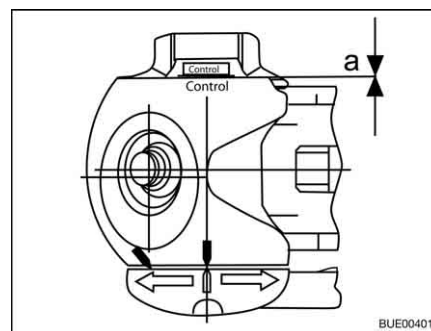

Fig. 189 Controllo usura
- Distanza  $a = 0$  (Fig. 189): Controllare guarnizioni di attrito ed ev. sostituirle.